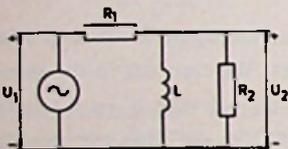
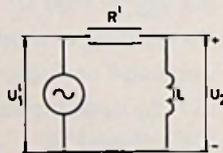
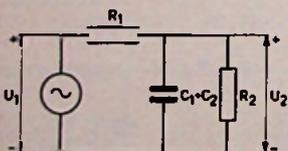
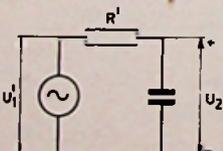

Fig. 5
Fig. 6
Fig. 7
Fig. 8
c. Bij lage frequenties verwaarlozen we  $C_1$  en  $C_2$  en krijgen dus het schema van fig. 5. De eenvoudigste manier om  $u_2$  te berekenen is nu het toepassen van het theorema van Thévenin op het gedeelte van het schema gevormd door  $u_1$ ,  $R_1$  en  $R_2$ . We vervangen dan dit gedeelte door de spanningsbron  $u_1'$  met een inwendige weerstand  $R'$  (fig. 6), waarbij  $u_1' = \frac{1}{2} u_1$  en  $R' = \frac{1}{2} R_1 = 5 \text{ k}\Omega$ .  $u_2$  is nu gelijk aan  $u_1/2\sqrt{2} = u_1'/\sqrt{2}$  bij een zodanige frequentie dat  $\omega L = R' = 5 \text{ k}\Omega$ .
Bij hoge frequenties verwaarlozen we  $L$  en krijgen het schema van fig. 7. Door ook hier het theorema van Thévenin toe te passen ontstaat fig. 8. Hier is  $u_2 = u_1/2\sqrt{2} = u_1'/\sqrt{2}$  bij de frequentie waarbij geldt  $1/\omega(C_1 + C_2) = R' = 5 \text{ k}\Omega$ . Hieruit volgt
d. Omdat in fig. 6 geldt  $\omega L = R'$  en in fig. 8  $1/\omega(C_1 + C_2) = R'$ , bestaat in beide gevallen tussen  $u_2$  en  $u_1'$ , dus ook tussen  $u_2$  en  $u_1$ , een faseverschuiving van  $45^\circ$ . In het eerste geval is  $u_2$  in fase voor, in het tweede geval achter.